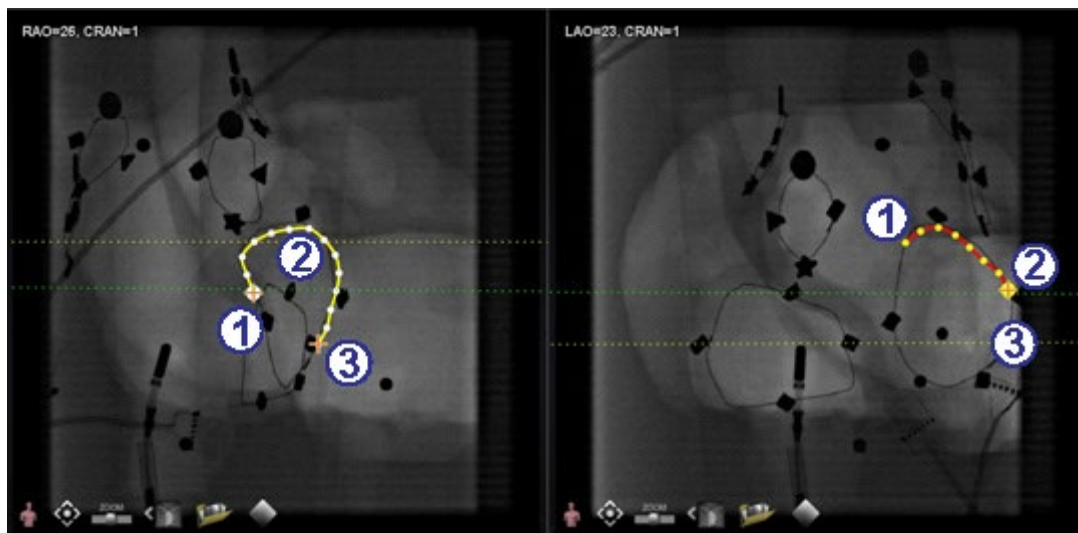

Figure 198. Sur une image complémentaire, le dernier point tracé est le point distal
Explicatif du point distal en cours (Figure 198)
Lors du marquage d'un vaisseau sur une radioscopie complémentaire (comme sur la radioscopie OAG sur la **Figure 198** ci-dessus), le dernier point tracé est le point distal. La ligne pointillée jaune dans la radioscopie originale (OAD ci-dessous) indique le point distal de la radioscopie complémentaire.
- ① Point d'ancrage proximal
- ② Point distal du tracé actif (OAG sur la **Figure 198**)
- ③ Point d'ancrage distal du tracé original (OAD sur la **Figure 198**)